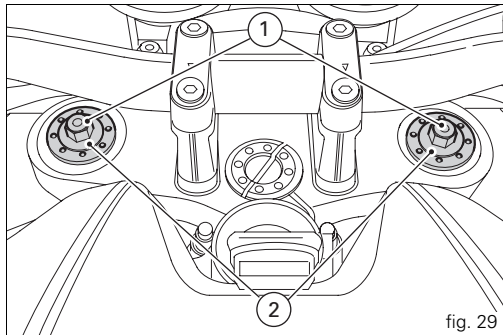
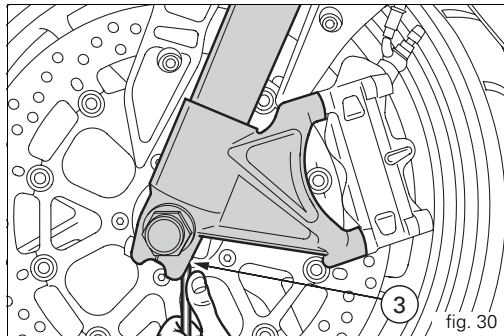

fig. 29
fig. 30
(fig. 29 - fig. 30)
- 1) (fig. 29) régler le frein hydraulique en détente ;
- 2) (fig. 29) régler la précontrainte des ressorts intérieurs ;
- 3) (fig. 30) régler le frein hydraulique en compression.
Pour tourner la vis de réglage (3, fig. 30) introduire une clé Allen de 3 mm par le trou comme le montre la figure 27.
Précontrainte du ressort (fig. 29) :	19 mm